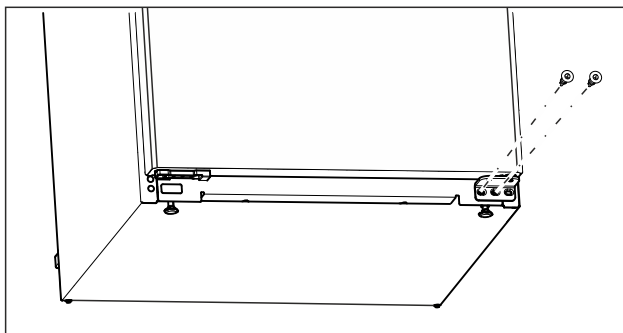

Fig. 12
- Draai de middelste schroef op de onderste lagersteun los met een Torx 20-schroevendraaier. (zie Fig. 12)
- Draai de binnenste schroef van de onderste lagersteun los met een Torx 20-schroevendraaier. (zie Fig. 12)